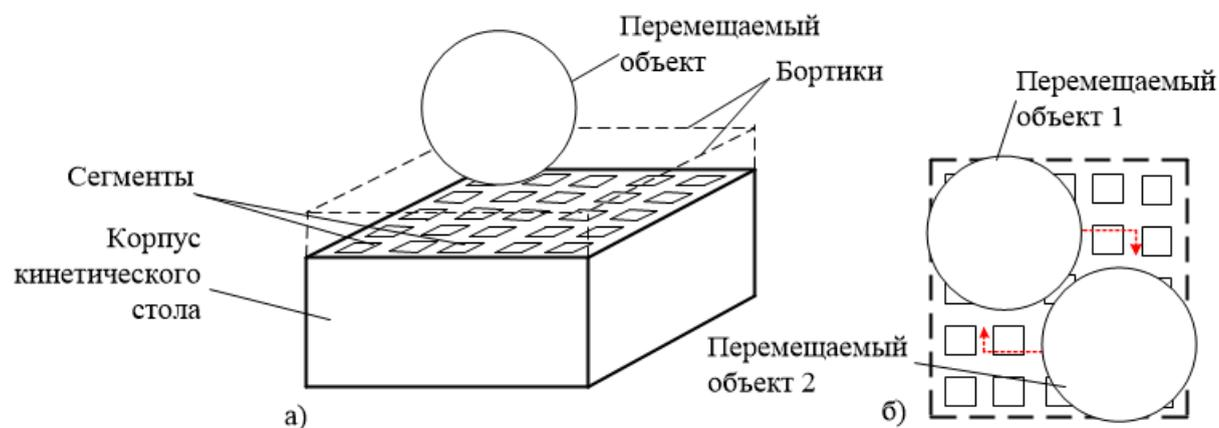

Рис. 1. Кинетический стол с сегментами где: а) внешний вид стола и объекта на его поверхности, б) вид стола сверху с двумя объектами
Конструктивно устройство содержит двадцать прямоугольных сегментов (рис. 1, а). Сегменты расположены в едином корпусе таким образом, что их верхние плоскости образуют горизонтальную поверхность. Границы стола содержат небольшие бортики для предотвращения падения объекта. Каждый сегмент может выполнять возвратно-поступательные движения в вертикальном направлении. Высота бортиков немного выше (на 1–2 сантиметра), чем высота сегментов в выдвинутом состоянии. Принцип перемещения сегментов может быть реализован несколькими методами на выбор участников. Сегменты могут приводиться в движение электродвигателями любого типа: постоянного тока (DC), сервомоторами (SM), шаговыми двигателями (ШД). Один из возможных вариантов, который может приводить в движение сегменты – управляемое по осям X и Y перемещение каретки, имеющей профильную поверхность, контактирующую с основанием сегментов.
Экспериментальной частью кейса является программирование управляемого движения сегментов при перемещении одного или двух шаров по поверхности кинетического стола по часовой или против часовой стрелке (рис. 1, б).